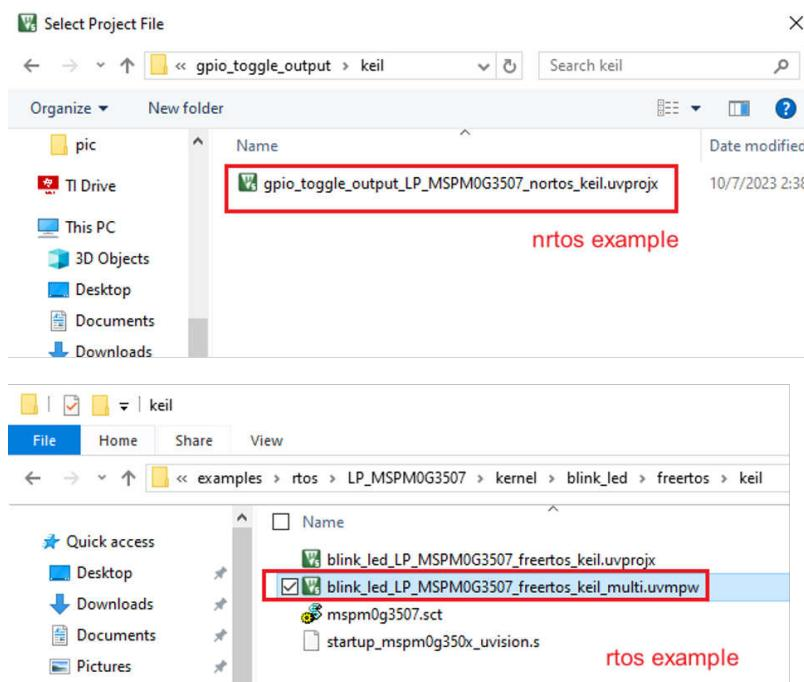

图 3-44. 选择 Keil 工程
2. 从 SDK 中选择一个演示工程。对于 nortos 示例，请使用 .uvprojx 工程文件。对于 RTOS 示例，请使用 .uvmpw 工作区文件。图 3-44 展示了一个示例。